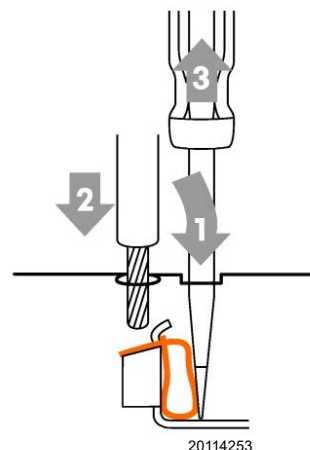

Fig. 28
- Colocar el cable pelado anteriormente y extraer el destornillador. Asegurarse de haber fijado correctamente el cable Fig. 28.